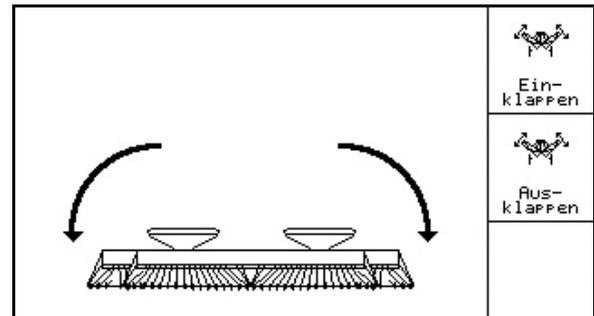

Fig. 64
-  Preseleccionar desplegar. (Fig. 64).